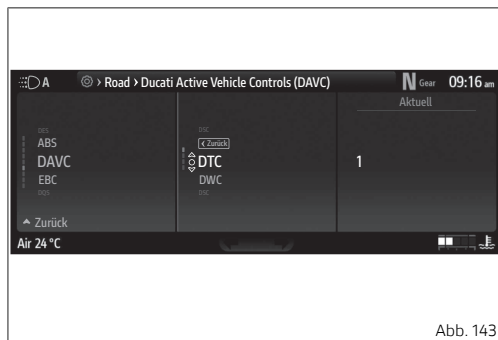

Abb. 143
- Die Angabe „DTC“ (Abb. 143 S.184) markieren, dann die Taste  drücken.